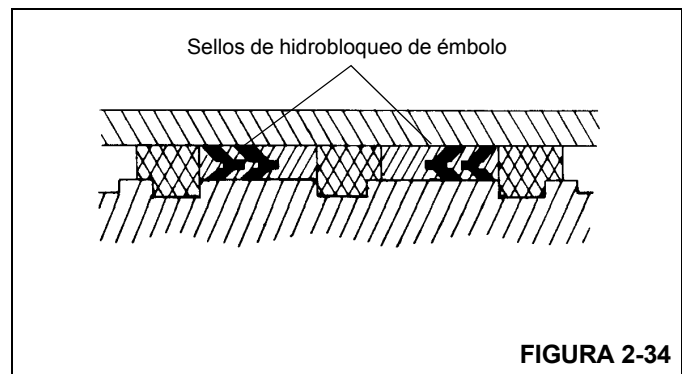

FIGURA 2-34
7. Instale los sellos de hidrobloqueo en el émbolo (Figura 2-34).